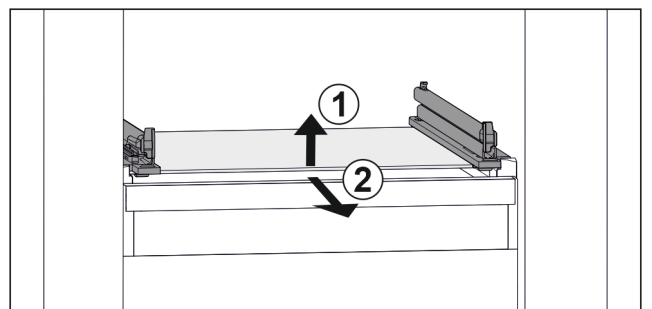

Fig. 111 Примерно изображение на стъклената плоча
- ▶ Повдигнете стъклената плоча отпред. Fig. 111 (1)
- ▶ Извадете стъклената плоча напред. Fig. 111 (2)